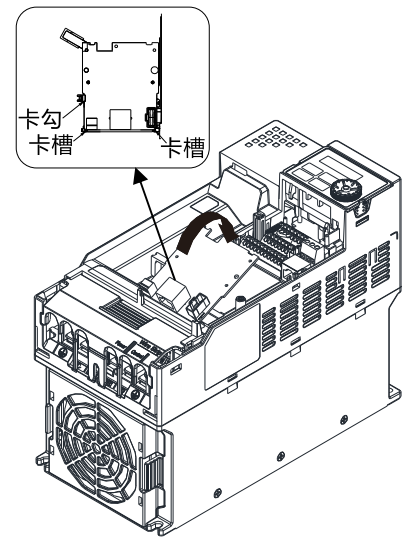

图8-30
3. 组装配件卡：将配件卡的端子台及接头朝上，将配件卡前缘固定在卡槽后以旋转安装的方式组装配件卡，如图 8-30 所示。